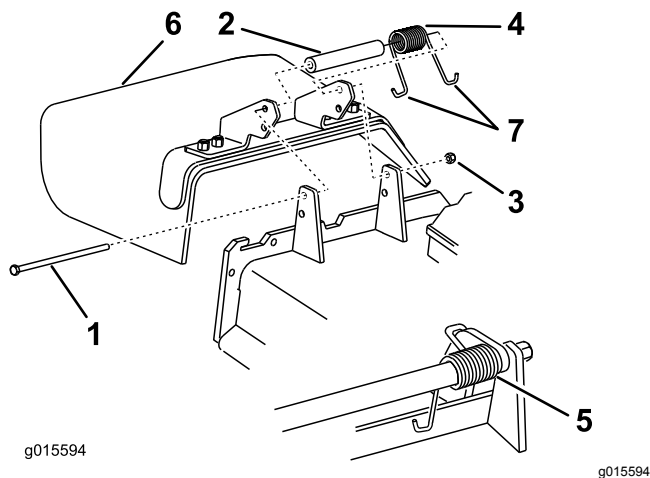

Bild 6
- Entfernen Sie die Sicherungsmutter, Schraube, Feder und das Distanzstück, mit denen das Ablenklech an den Schwenkhalterungen befestigt ist (**Bild 6**).
- Entfernen Sie das Ablenklech (**Bild 6**).